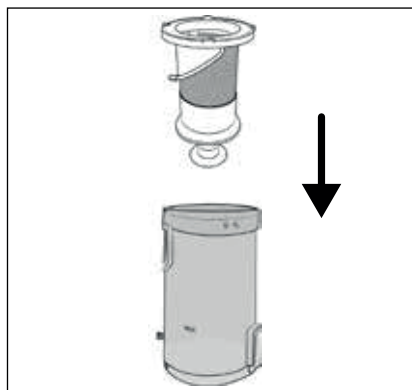

Fig. 26
- 6) Inserire il filtro in acciaio inox **6** nel contenitore di raccolta dello sporco **7** e spingerlo fino in fondo (vedere fig. 26). Tenere conto dei due fermi di grandezza diversa presenti sul filtro in acciaio inox **6**. Grazie a questi fermi il filtro in acciaio inox **6** può essere inserito nel contenitore di raccolta dello sporco **7** solamente in una posizione.